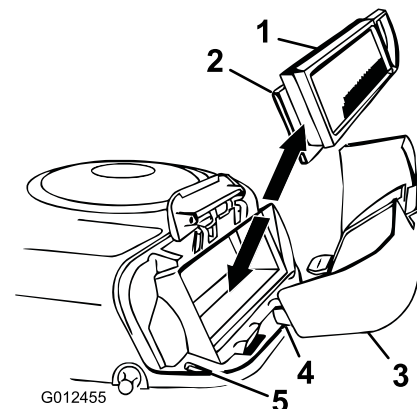

Figure 23
4. Sortez avec précaution les éléments en papier et en mousse du carter de ventilateur (Figure 23).
2. Placez les languettes du couvercle du filtre à air en face des fentes du carter de ventilateur (Figure 23). Accrochez la poignée sur le couvercle et appuyez dessus pour verrouiller le couvercle en place.